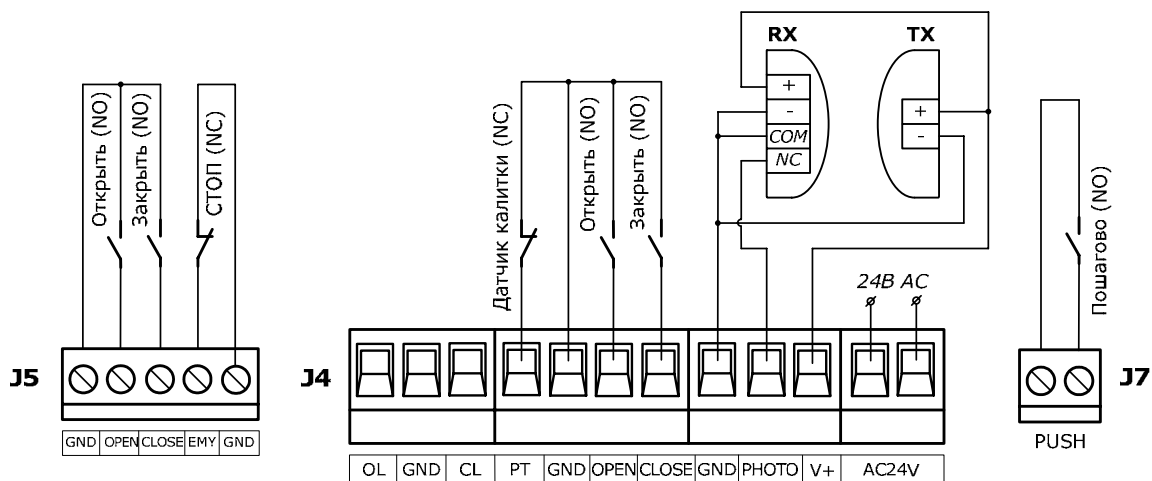

Рис. 8. Электрические подключения дополнительных устройств к блоку управления
Для управления открытием и закрытием ворот к модулю управления подключаются устройства с «нормально-открытым контактом» (Рис. 8, J4 и J5): кнопки, выключатели и т.п. Управление от устройств подключенных к клеммам «OPEN» и «GND» осуществляется в последовательности "Открыть - Стоп - Открыть - Стоп...". Управление от устройств подключенных к клеммам «CLOSE» и «GND» осуществляется в последовательности "Заккрыть - Стоп - Заккрыть - Стоп...". Если для управления открытием или закрытием установлено несколько устройств, то они должны быть подключены параллельно.
Для управления движением ворот в режиме пошагового управления (соответствует последовательности действий "Открыть - Стоп - Заккрыть - Стоп - Открыть...") к модулю управления подключаются устройства с «нормально-открытым контактом»: кнопки, выключатели, контакты внешнего радиоприемника и т.п. Подключение устройств управления пошагово необходимо производить к клеммам «PUSH» (Рис. 8, J7). Если для пошагового управления приводом установлено несколько устройств, то они должны быть подключены параллельно.
Для немедленной остановки ворот при открытии к блоку управления привода могут быть подключены устройства с «нормально-заккрытым контактом» (Рис. 8, J4), например, датчик калитки. Подключение устройств безопасности необходимо производить к клеммам «PT» и «GND». Если для немедленной остановки ворот при открытии установлено несколько устройств, то они должны быть подключены последовательно.
Для немедленной остановки ворот при открытии и закрытии к блоку управления привода могут быть подключены устройства с «нормально-заккрытым контактом» (Рис. 8, J5), например, датчики ослабления тяговых тросов. Подключение устройств безопасности необходимо производить к клеммам «EMY» и «GND». Если для немедленной остановки ворот установлено несколько устройств, то они должны быть подключены последовательно.
Для обеспечения безопасности одна или несколько пар фотоэлементов могут быть подключены к блоку управления привода (Рис. 8, J4). Выходная цепь приемника (RX) должна быть подключена к клеммам «PHOTO» и «GND». Цепи питания приемника (RX) и передатчика (TX) фотоэлементов подключаются к клеммам «V+» и «GND», номинальное напряжение на которых 12В постоянного тока. Максимальное значение тока для всех подключенных к клеммам «V+» и «GND» устройств не должно превышать 200мА. Во время закрытия ворот, срабатывание фотоэлементов вызывает остановку привода и последующее открытие ворот. Если установлено несколько пар фотоэлементов, то они должны быть соединены друг с другом последовательно по выходной цепи и параллельно по цепи питания.
К электронному модулю привода могут подключаться другие устройства, отличные от вышеуказанных, например, универсальный приемник радиоуправления и др. Данные устройства могут быть подключены к клеммам «AC24V» (Рис. 8), номинальное напряжение на которых 24В переменного тока. Максимальное значение тока для всех подключенных к клеммам «AC24V» устройств не должно превышать 200мА.